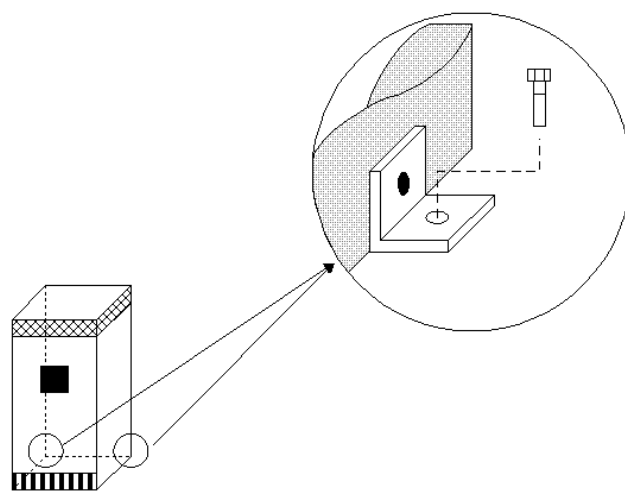

Fig. 9
■ possibilité d'une fixation supplémentaire à l'extérieur de l'armoire, avec 2 équerres d'appoint livrées avec la batterie (fig. 9).